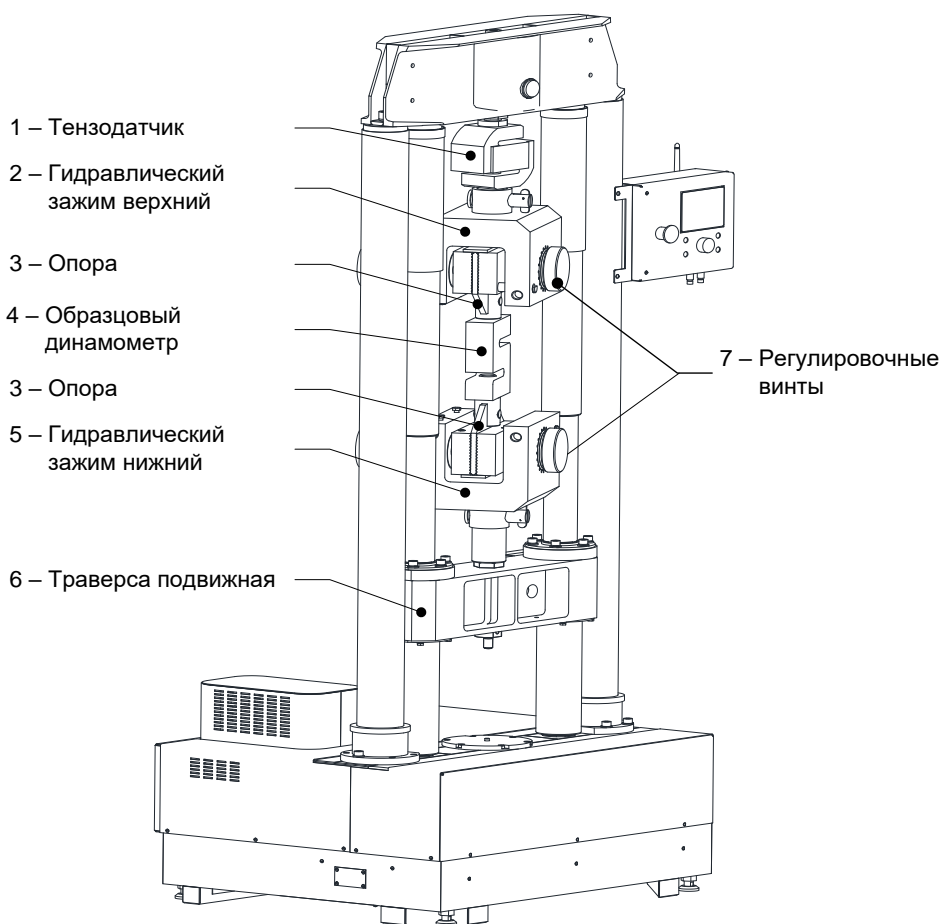

Рисунок 6 – Установка образцового динамометра в тисы
3.4.1 Траверсу подвижную 6 поднимать до тех пор, пока расстояние между нижней плоскостью губки гидравлического зажима верхнего 2 и верхней плоскостью губки гидравлического зажима нижнего 5 не составит 330 мм (см. рисунок 6, страница 11). Расстояние можно измерить, например, с помощью измерительной линейки 500 мм ГОСТ 427-75.